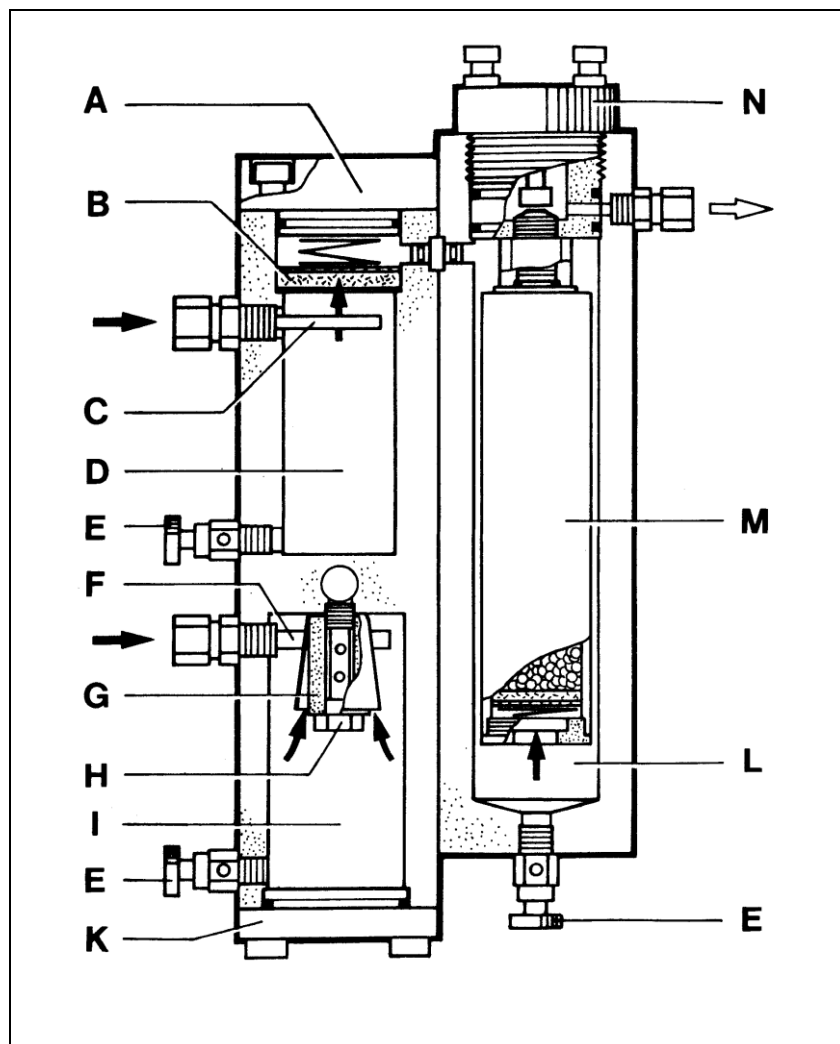

Abb. 6
4.1 Zwischenfilter (Abb. 6)
Zwischen 2. und 3. Stufe ist ein Zwischenfilter -I eingebaut. Dieser ist ein Teil des Multi-Kammer-Filters (Abb. 6). Der Zwischenfilter hat ein Düsenrohr -F, damit werden flüssige Öl- und Wasseranteile ausgeschieden. Ferner ist ein Sinterfiltereinsatz -G eingebaut, damit werden feinste Partikel ausgefiltert.
4.2 Multi-Kammer-Filter (Abb. 6)
Multi-Kammer-Filter (Abb. 6) durch Kondensatablaßventile -E druckentlasten. Druckhalteventil -N herausschrauben. Alte Patrone ausschrauben und neue einschrauben. Druckventil -N einschrauben. Kondensatablaßventile -E schließen. Patronenwechsel zügig durchführen damit die hochempfindliche Patronenfüllung nicht durch Umgebungsluft gesättigt und unbrauchbar gemacht wird.
4.5 Ablassen des Kondensats (Abb. 6)